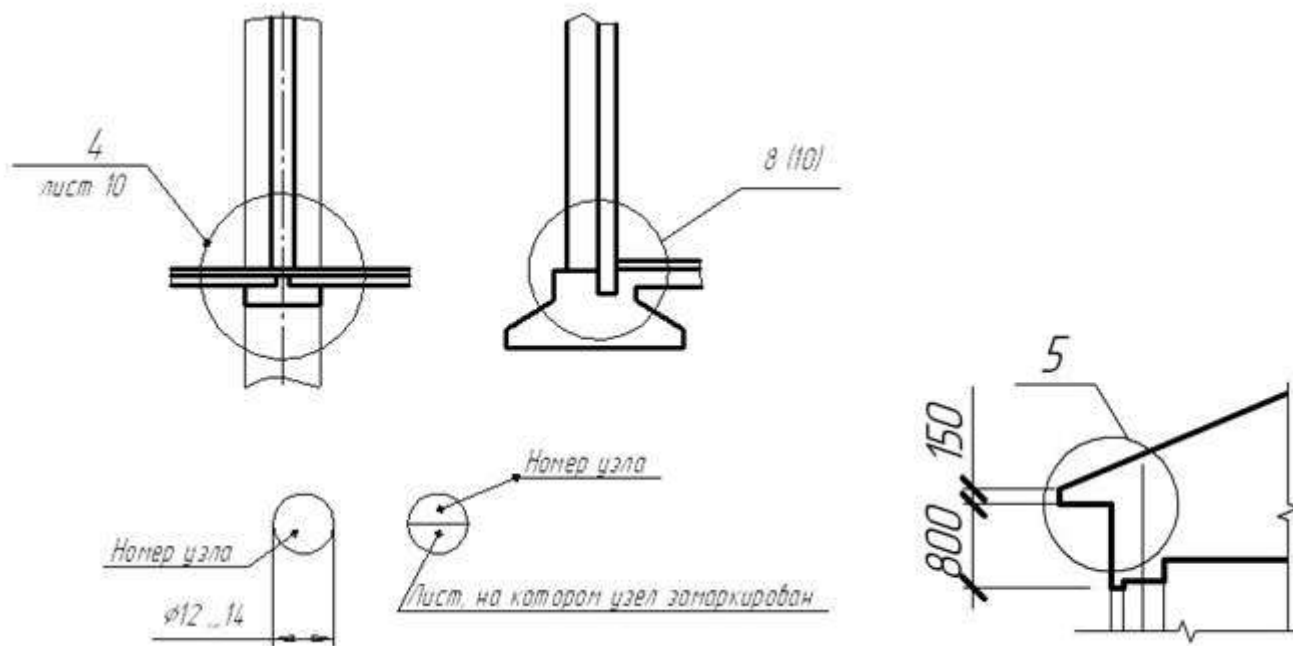

Рис.93 Условное обозначение узла на чертеже
3. Выносные узлы зданий обозначить маркировочным кружком диаметром 12...14 мм тонкой линией с цифровым обозначением узла, рис.93 Маркировочный кружок расположить над изображением узла. Размер цифр номера узла в 1,5..2 раза больше цифр размерных чисел чертежа.